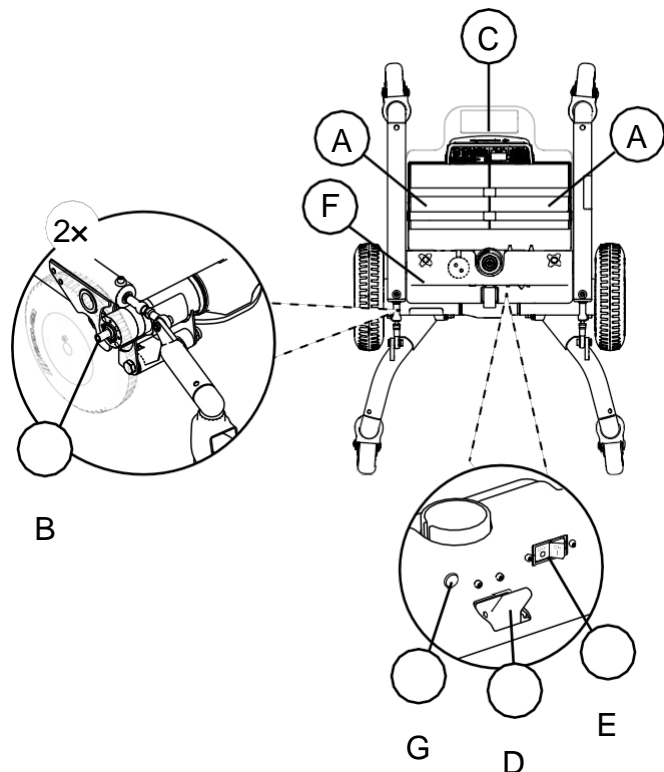

Fig. 5.57. Telaio completo LiNX f REAL 6100 PLUS.
Telaio con batterie (A), motori di azionamento (B), modulo di potenza (C), unità di controllo per l'attivazione e il disinserimento del freno (D) e fusibile automatico con funzione ON/OFF (E). Nella parte anteriore dell'alloggiamento (F) si trova un tappo di copertura (G), vedi Fig. 5.57.